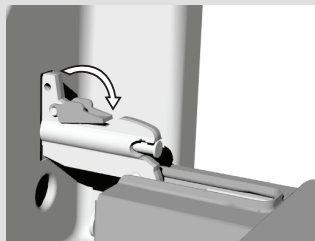

Figure 2
- Avec le système de fermeture GentleClose, faites pivoter les butées de 90° (Figure 2).